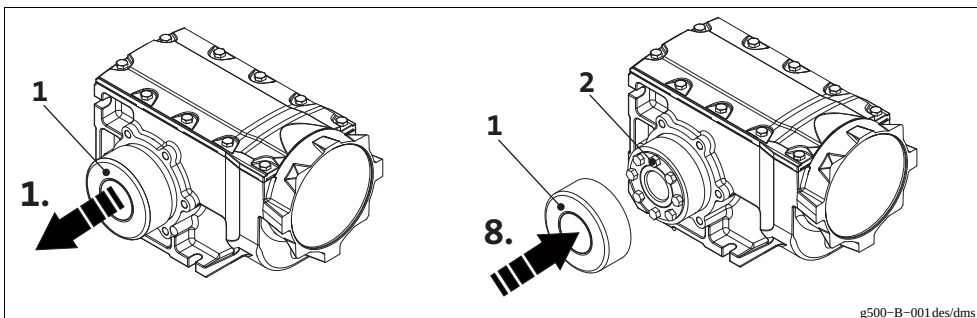

Abb. 13 Abdeckung der Spannschrauben
8. Schutzkappe (1, Abb. 13) auf die Schrumpfscheibe schieben.